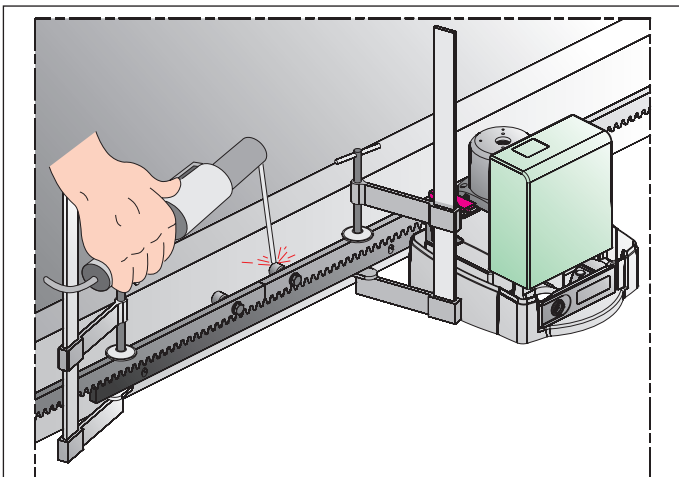

Abb. 11
8. Ein weiteres Element der Zahnstange an das zuletzt befestigte Element ansetzen und dabei ein Stück der Zahnstange verwenden, um die Zahnung der beiden Elemente abzurichten (Abb. 11).
9. Den Flügel mit der Hand in Richtung der Schließposition schieben, bis das Ritzel mit dem dritten Distanzstück des zu befestigenden Elements erreicht ist (Abb. 11).